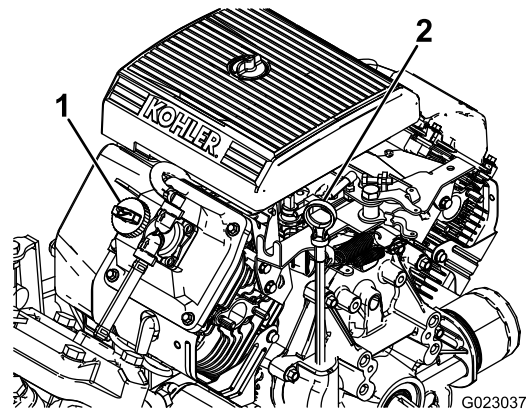

Bild 10
2. Nehmen Sie den Peilstab heraus und wischen Sie ihn mit einem sauberen Lappen ab (Bild 10).
4. Wenn der Ölstand niedrig ist, nehmen Sie den Fülldeckel von der Ventilabdeckung ab (Bild 10) und füllen Öl auf, bis der Ölstand die VOLL-Markierung am Peilstab erreicht. Angaben zur richtigen Ölsorte und zur Viskosität finden Sie unter Warten des Motoröls \(Seite 53\).